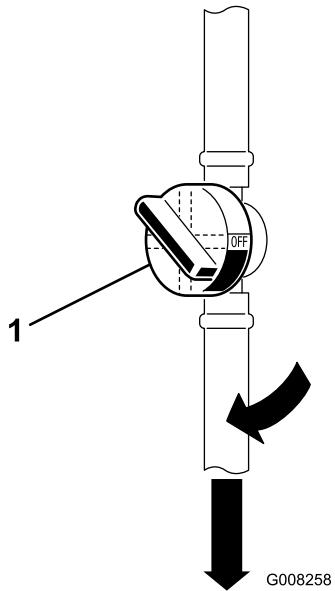

Figura 9
1. Abra a válvula de corte do combustível que se encontra entre o depósito do combustível e o motor (Figura 9).